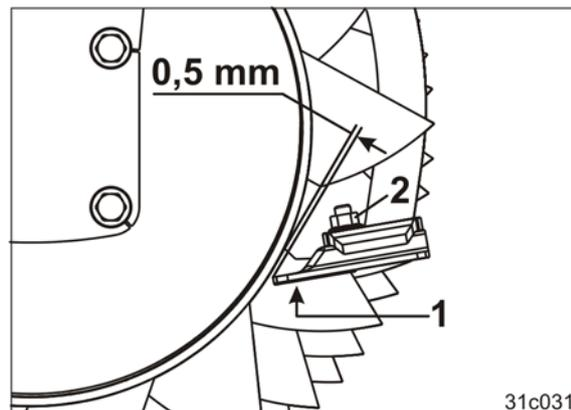

Fig. 124
4. Die Schraube (Fig. 124/2) lösen.
5. Den Abstreifer (Fig. 124/1) mit einem Abstand von 0,5 mm zum Walzenrohr anschrauben.